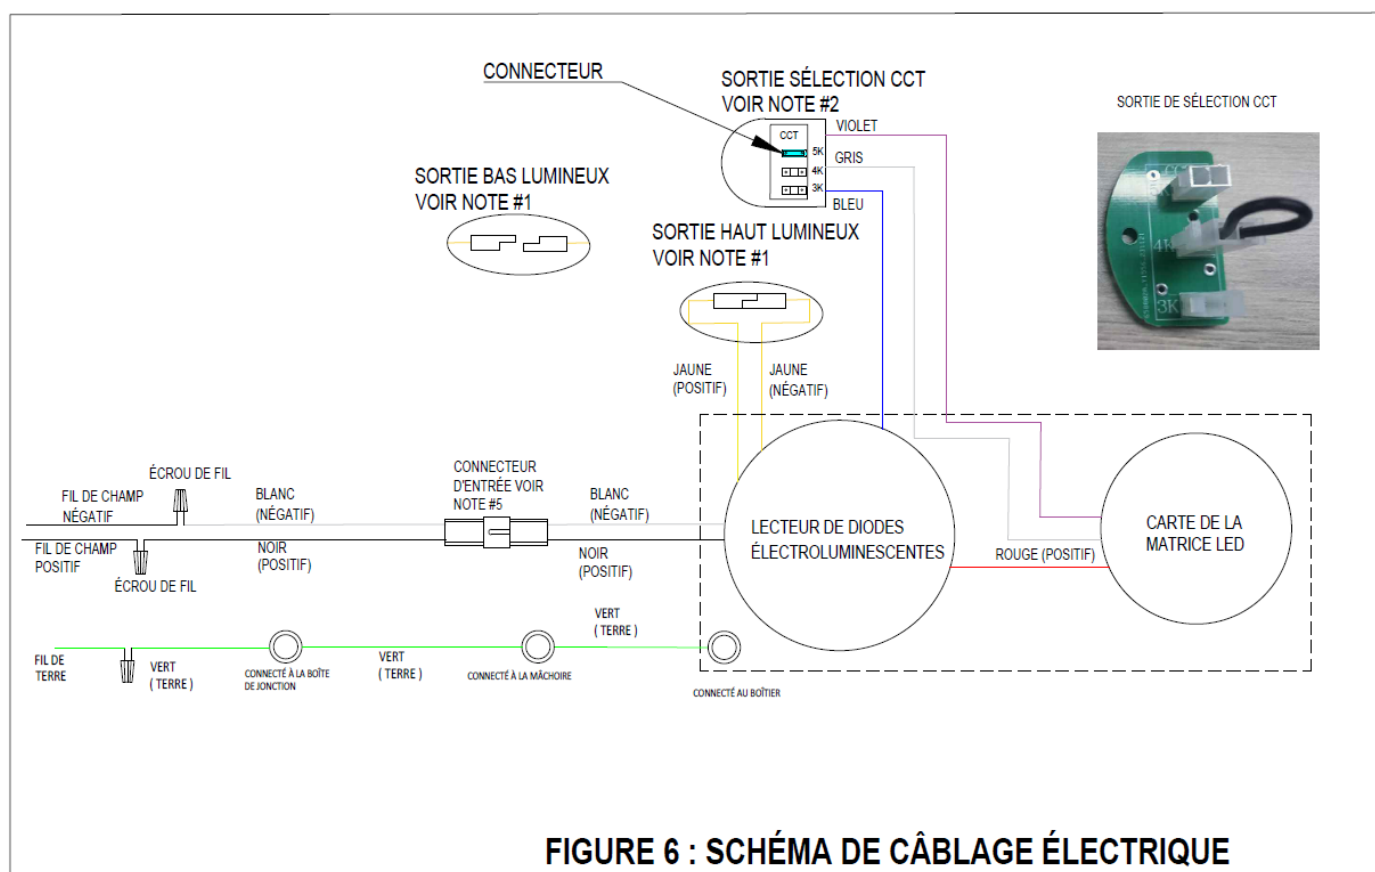

FIGURE 6 : SCHÉMA DE CÂBLAGE ÉLECTRIQUE
3. Le pilote de LED et la carte réseau de LED sont enfermés dans le boîtier du luminaire (indiqué par une ligne pointillée), reportez-vous à la figure 6.